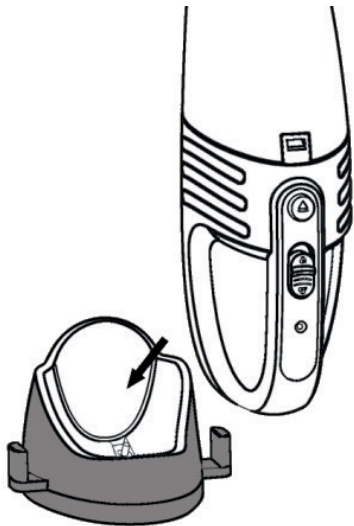

Figura 3
3. Coloque el aparato en la base de carga, tal como se indica en la figura 3.